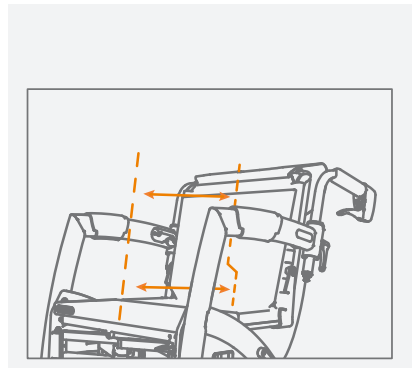

Figure 53: Les deux sangles inférieures du dos sont détachées.
- d. Dans la plupart des cas, les sangles inférieures seront ajustées plus lâches que les deux sangles supérieures (**Figure 53**). Fixez les velcros de façon à ce que le bassin de l'utilisateur soit bien droit et que le dossier soutienne bien le dos.